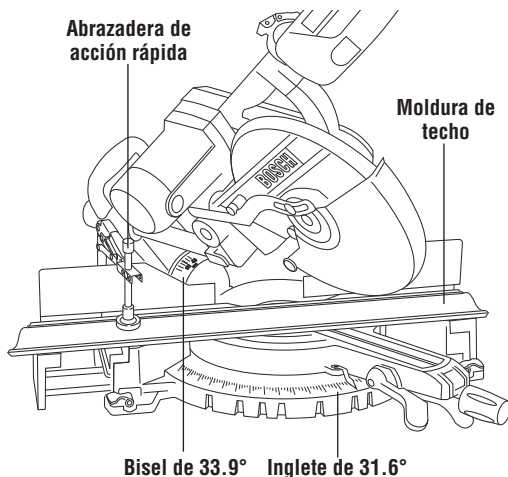

Figura 39. Moldura de techo colocada horizontalmente
1. Para una esquina de 90°, establezca los ángulos de inglete y de bisel de acuerdo con las tablas de abajo. Apriete el pomo de fijación de inglete y la palanca de fijación de bisel (Figura 39).